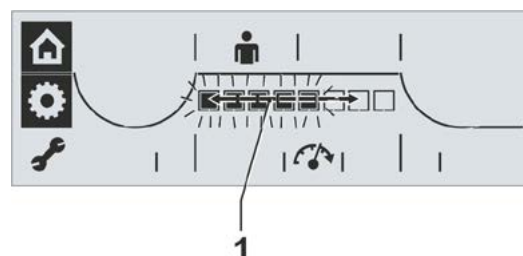

Abb. 2: Drehzahl-/Stellzeitstufe ändern
2. Drive Controller drücken. Die schwarzen Segmente in der Skala blinken (Abb. 2).
3. Drive Controller drehen und die gewünschte Drehzahl-/Stellzeitstufe auswählen. Die Skala zeigt die gewählte Stufe (Abb. 2, Pos. 1).